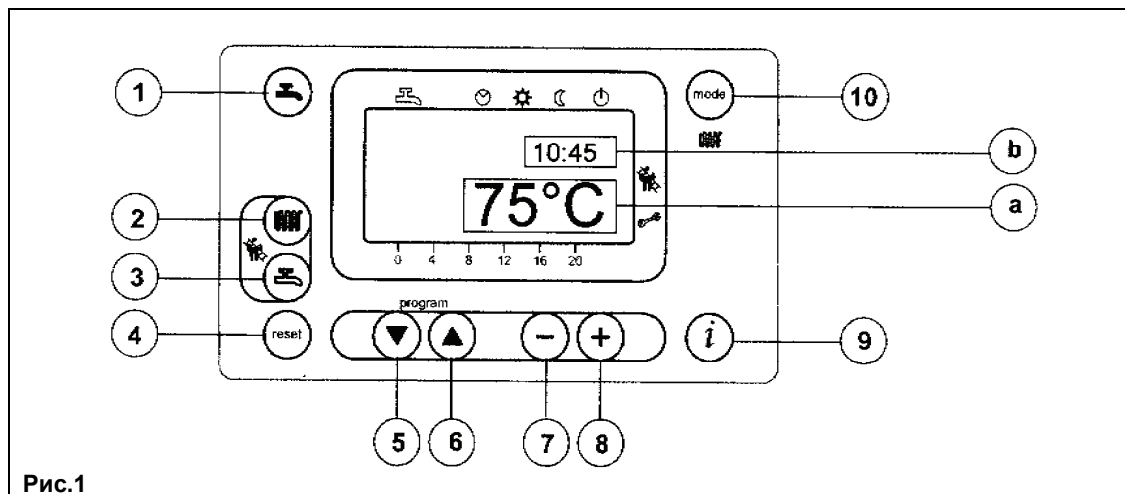

Рис.1
- Для установки значения температуры воды системы отопления нажмите кнопку (поз. 2, Рис. 1);
- нажмите одну из кнопок (поз. 1 или 10 Рис. 1) для запоминания значения и возврата в основное меню.
Прим. При подсоединенном датчике уличной температуры с помощью кнопки (поз. 2, Рис. 1) можно осуществлять смещение по климатическим кривым. Для увеличения или уменьшения комнатной температуры в отапливаемом помещении действуйте кнопками .
- Для установки максимального значения температуры воды системы ГВС нажмите кнопку (поз. 3, Рис. 1);
На основном дисплее (Рис. 1 а) одновременно с кодом неисправности высвечивается символ  (Рис. 4).
На дополнительном дисплее (Рис. 1 б) индикация неисправности происходит при помощи попеременно сменяющихся друг друга кода неисправности и значения времени. В данном случае перезапуск котла возможен только после устранения причины неисправности.